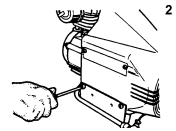

Fig. 4
Una vez a la semana (fig. 4)
- b) Extraer el tapón de cierre N (fig. 4) de la válvula de retenida.